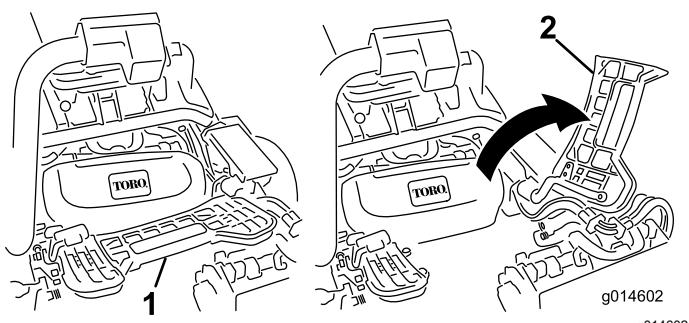

Bild 53
1. Heben Sie die Fußplattform an und schwenken sie in die geöffnete Stellung, um die Stellung der mittleren Schneideeinheit zugänglich zu machen (Bild 53).